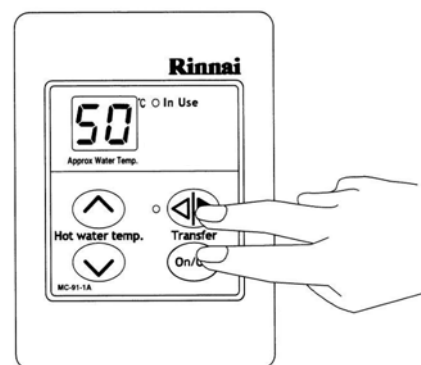

Fig. 1
STEP 1: sul comando remoto Master solamente, premere e mantenere premuto simultaneamente i tasti Transfer e ON/OFF (Fig. 1) fino a quando il comando emette un "beep".